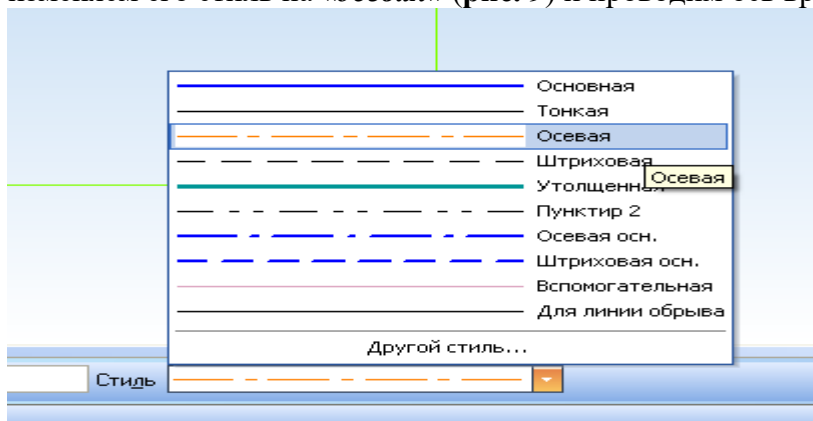
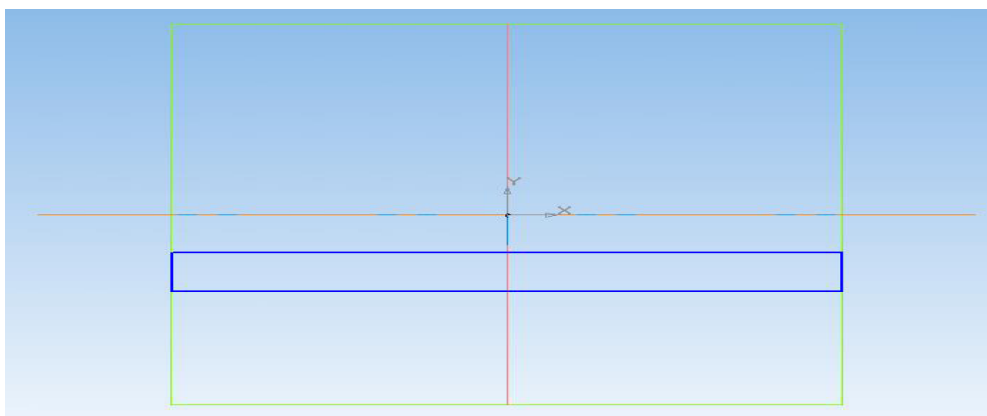

Рис. 9
Рис.10
8. Проводим ось вращения для детали. Для этого выбираем инструмент «*отрезок*», изменяем его стиль на «*осевая*» (**рис. 9**) и проводим ось вращения (**рис. 10**).